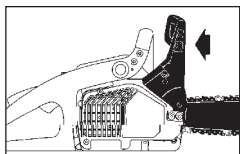

Fig. 7A
1. Le frein de la chaîne est **DÉBLOQUÉ** (la chaîne peut bouger) quand le **LEVIER DE FREIN EST REPOUSSÉ VERS L'ARRIÈRE ET BLOQUÉ** (Fig. 7A).